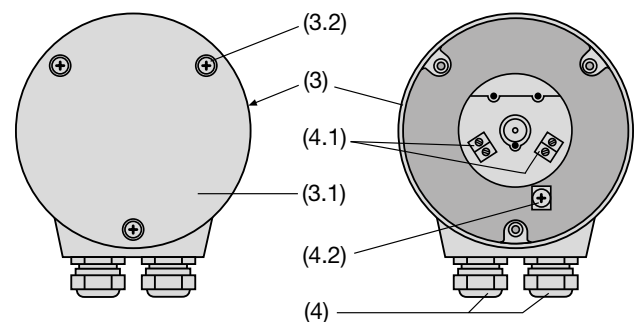

Fig. 6. Parte posteriore (3) con morsetti (4.1) e (4.2) e pressacavo (4).
La variante con **morsetti a vite** montati direttamente nel convertitore e con i **pressacavo** è composta da 4 morsetti (4.1) e 1 morsetto di terra (4.2) posto nella parte posteriore del convertitore (3), vedi Fig. 6. Questi morsetti sono previsti per fili di sezione max. 1.5 mm2, essi sono accessibili levando il coperchio (3.1).
... con **morsetti a vite e pressacavo**, rimuovere le 3 viti (3.2) e il coperchio (3.1), (Fig. 6, a sinistra).
... con **morsetti a vite e pressacavo**, svitare le 3 viti (3.2) e togliere il coperchio (3.1) (Fig. 6, a sinistra).